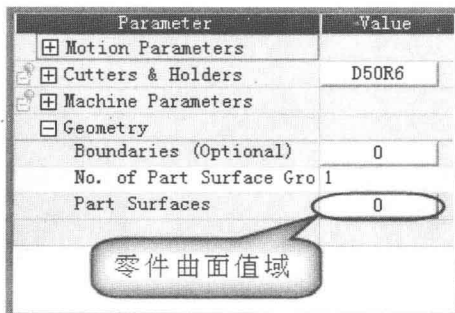

图 1-12
(2) 展开加工参数表中最下面的几何参数列(双击可展开或收拢)，发现边界和零件曲面都没有定义(值域中数字为 0)，如图 1-12 所示。